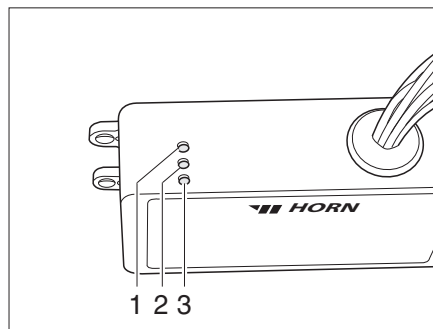

Fig. 189 Régulateur
Le régulateur (Fig. 189) est monté dans la penderie. Les voyants de contrôle qui se trouvent sur le régulateur ont la signification suivante :
- Le voyant de contrôle (Fig. 189,2) s'allume en vert : Régulateur en marche.
- Le voyant de contrôle (Fig. 189,1) s'allume en rouge : Le réservoir d'eaux usées est chauffé.
- Le voyant de contrôle (Fig. 189,3) s'allume en rouge : Les conduites des eaux usées sont chauffées.